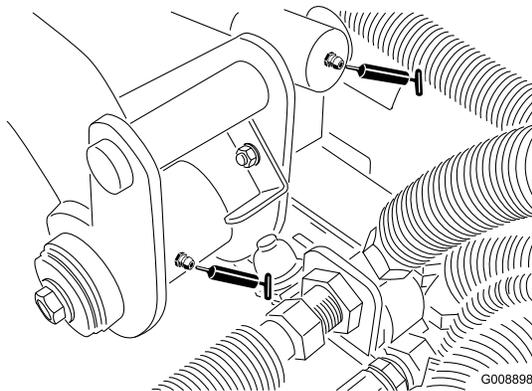

Figura 32
- Perno del braccio di sollevamento posteriore e cilindro di sollevamento (2) (Figura 32)